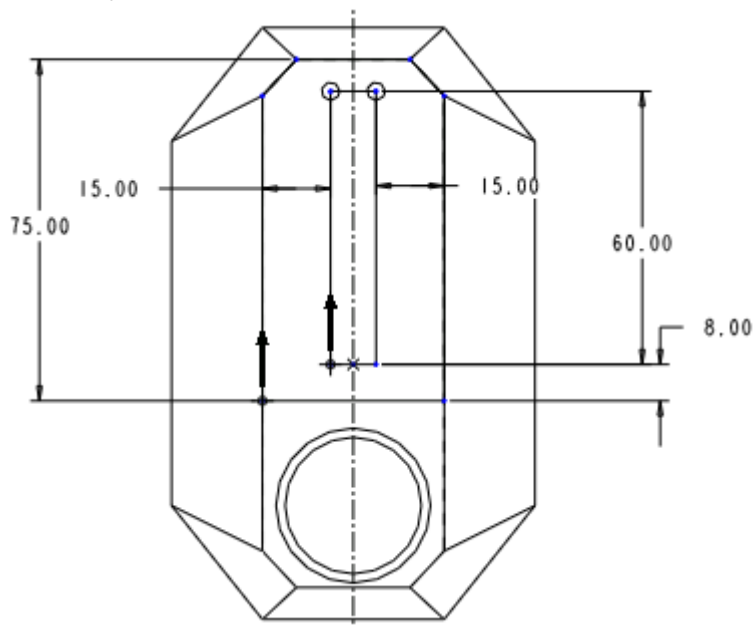

图 51-12
- (6) 在绘图窗口单击右键，在弹出的快捷菜单中单击【切换剖面】选项，绘制如图 51-12 所示的第 2 个截面。